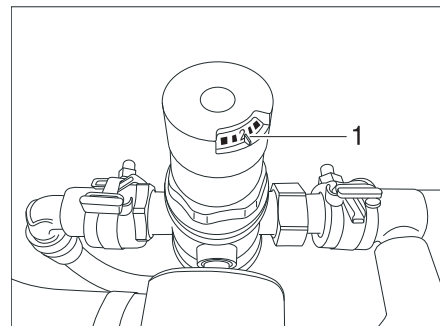

Bild 171 Druckminderer-Einstellung
- Druckminderer-Einstellung von 2 bar (Ausstattung Boiler) bzw. 3 bar (Ausstattung Durchlauferhitzer) (Bild 171,1) kontrollieren.